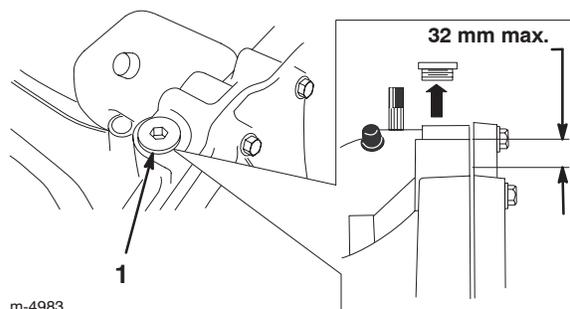

Figure 29
4. Nettoyez la surface autour du bouchon de remplissage (Fig. 29) pour éviter que des impuretés ne tombent dans le réservoir quand vous faites l'appoint d'huile.
5. Enlevez le bouchon de remplissage et vérifiez le niveau de liquide. Le liquide doit arriver à environ 32 mm en dessous du sommet de l'orifice de remplissage (Fig. 29). Ajoutez de l'huile au besoin.